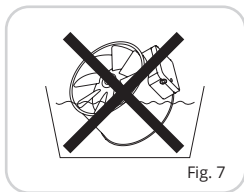
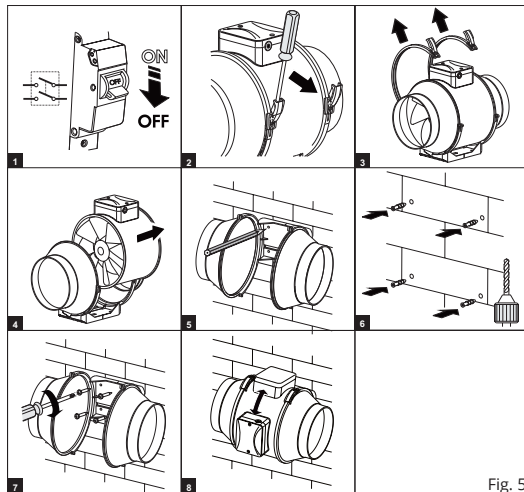

Fig. 7
Fig. 5
- Öppna båda fästklämmorna på fläkten och ta ut fläkthuset, Fig. 5.
- Montera fläkthuset med 4 skruvar, Fig. 5.
- Sätt tillbaka fläkthuset i rätt luftriktning och spänn fast det med fästklämmorna, Fig. 5.
Rengör fläkten minst en gång per år. Fläkthuset tas ut för rengöring, Fig. 5. Avlägsna damm och smuts. Använd en torr trasa, mjuk borste eller tryckluft för att avlägsna damm. Fläktbladen rengörs med en fuktig trasa och rengöringsmedel. Se till att vatten inte kommer i kontakt med elektriska komponenter, Fig. 7.